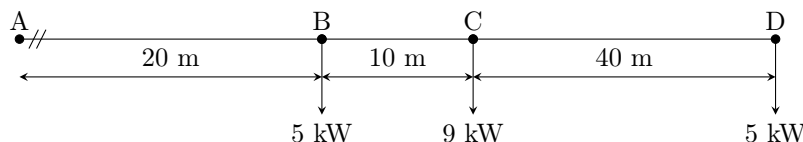

Figura 7.1: Diagrama unifilar del problema 7.11.
- 7.11 (2.5-2.) Calcular la caída de tensión en la línea monofásica 230 V, 50 Hz, de la figura 7.1, con conductor RZ 0,6/1 kV 2 x 25 Al.